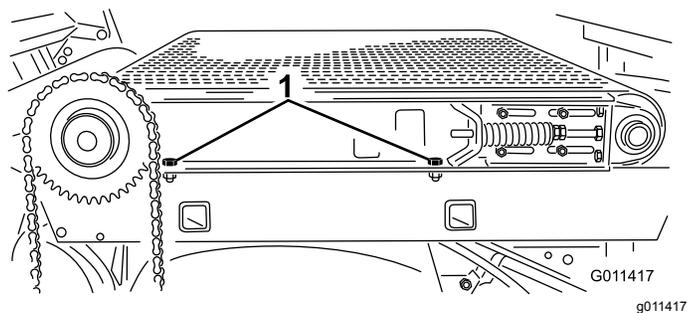

图34
6. 卸下机器右侧将滑行滚道固定至机架的 2 个平头螺丝、垫圈和螺母 图34。确保紧固件保持足够的松动使滑行滚道倾斜。